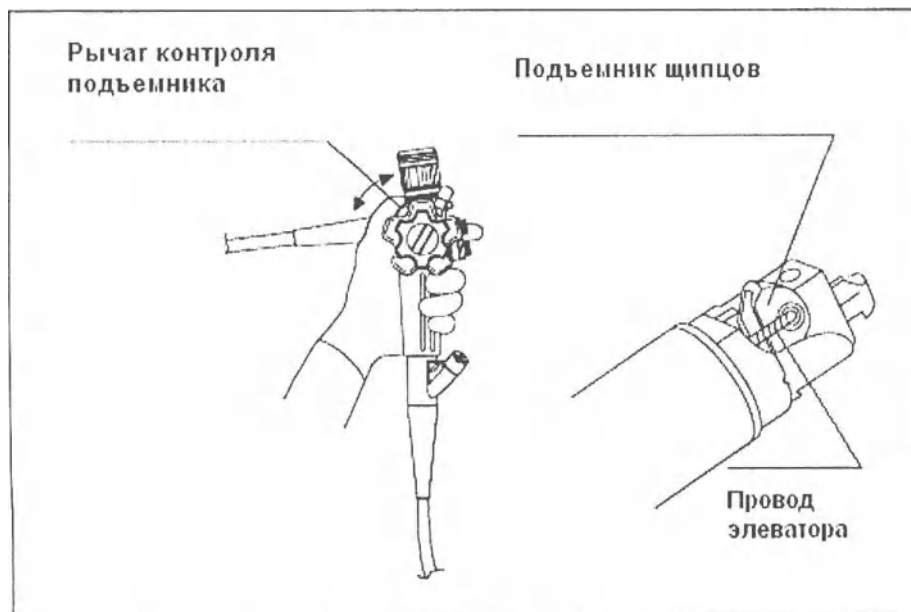

Рисунок 3.5
1. Поверните рычаг контроля элеватора медленно противоположно направлению «◄U». Визуально убедитесь, что часть провода элеватора, выходящая из дистального конца вводимой трубки не повреждена и не изогнута (смотрите Рисунок 3.5).
2. Наблюдая за элеватором щипцов на дистальном конце вводимой трубки, медленно поверните рычаг контроля элеватора полностью в направлении «◄U» и убедитесь, что рычаг работает плавно, и что подъемник щипцов поднимается плавно. Также убедитесь, что элеватор щипцов остается в статичном положении при нажатии сзади, когда рычаг контроля элеватора находится в статичном положении (смотрите Рисунок 3.5).
3. Медленно поверните рычаг контроля подъемника в противоположном «U» направлении. Убедитесь, что рычаг работает плавно и что элеватор щипцов опускается медленно (смотрите Рисунок 3.5).